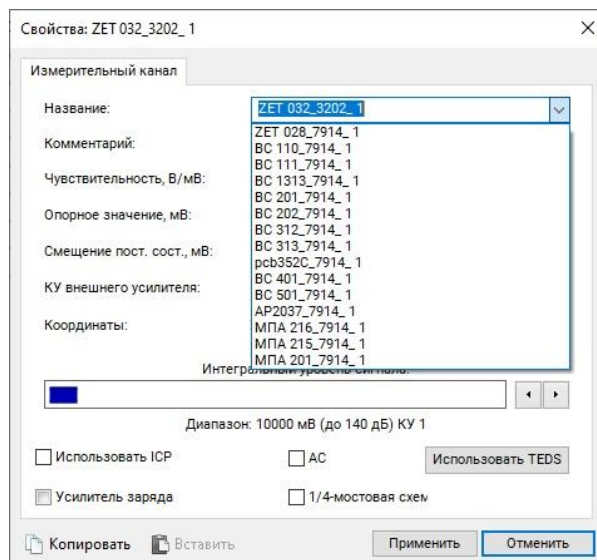

Рис. 4.10 Окно «Свойства» со списком датчиков из базы данных
Если к измерительному каналу контроллера подключается датчик, информация о котором уже добавлена в базу данных, следует перейти в поле «Название» и, активировав указатель на выпадающий список  (Рис. 4.10), выбрать из списка тип подключаемого датчика, при этом поля параметров окна «Свойства» будут автоматически заполнены.
**Внимание!** В случае, когда необходим доступ к произвольной настройке для всех параметров в окне «Свойства» в поле «Название» выбирайте из списка верхнюю строку с идентификатором «ZET ххххх» (Рис. 4.10).